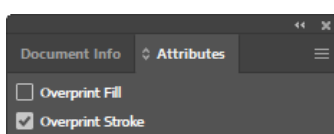

fig. 2
5. Passez le contour sur « Surimpression », voir fig 2.